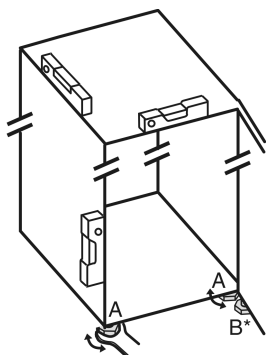

Fig. 26
- ▶ Dévisser les pieds réglables Fig. 26 (A) avec la clé plate fournie et utiliser un niveau à bulle pour vérifier que l'appareil est bien plan.
- ▶ Dévisser le pied réglable Fig. 26 (B) du support de palier avec la clé plate fournie jusqu'à ce qu'il touche le sol.
- ▶ Tourner le pied réglable Fig. 26 (B) de 90° supplémentaires.